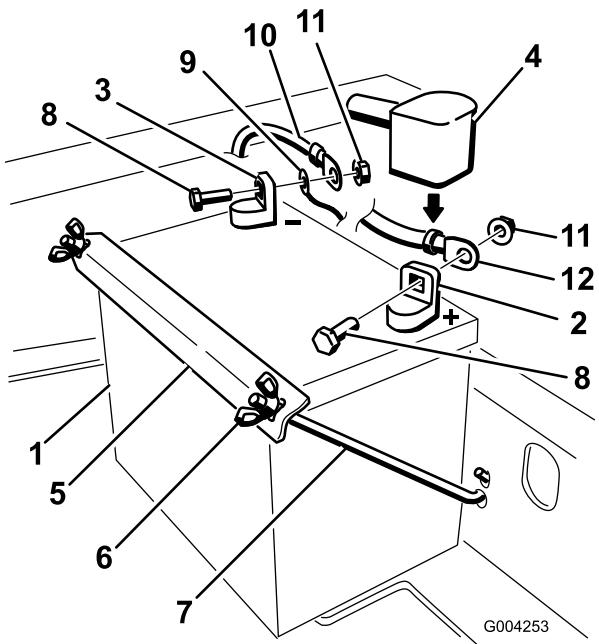

Figura 37
4. Primero desconecte el cable negativo de la batería y el cable de tierra del borne negativo (-) de la batería (Figura 37).
5. Retire la cubierta de goma roja del borne positivo (rojo) de la batería. Luego retire el cable positivo (rojo) de la batería (Figura 37).
6. Retire ambas tuercas de orejeta (1/4 pulgada) que fijan la brida de la batería (Figura 37).
1. Coloque la batería en la bandeja, con los bornes hacia el motor (Figura 37).
4. Sujete los cables con 2 pernos (1/4 x 3/4 pulgadas), 2 arandelas (1/4 pulgada), y 2 contratuerca (1/4 pulgada) (Figura 37).
6. Fije la batería con pernos en J, una brida de sujeción y 2 arandelas (1/4 pulgada), y 2 tuercas de orejeta (1/4 pulgada) (Figura 37).